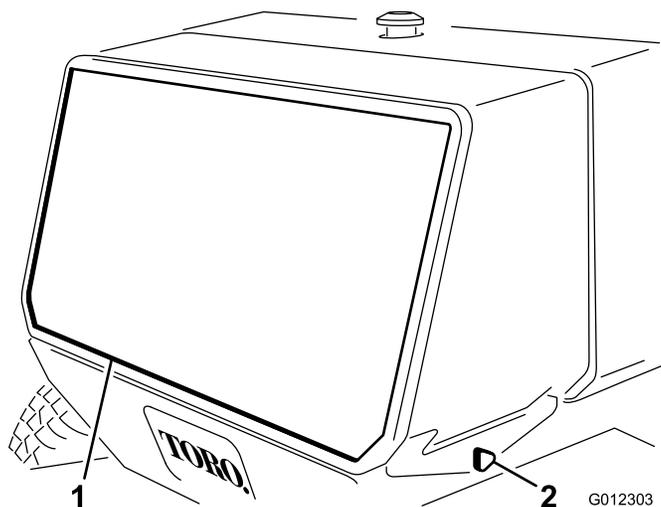

Figura 38
4. Retire os manípulos que fixam o painel traseiro à estrutura e retire o painel (Figura 38).